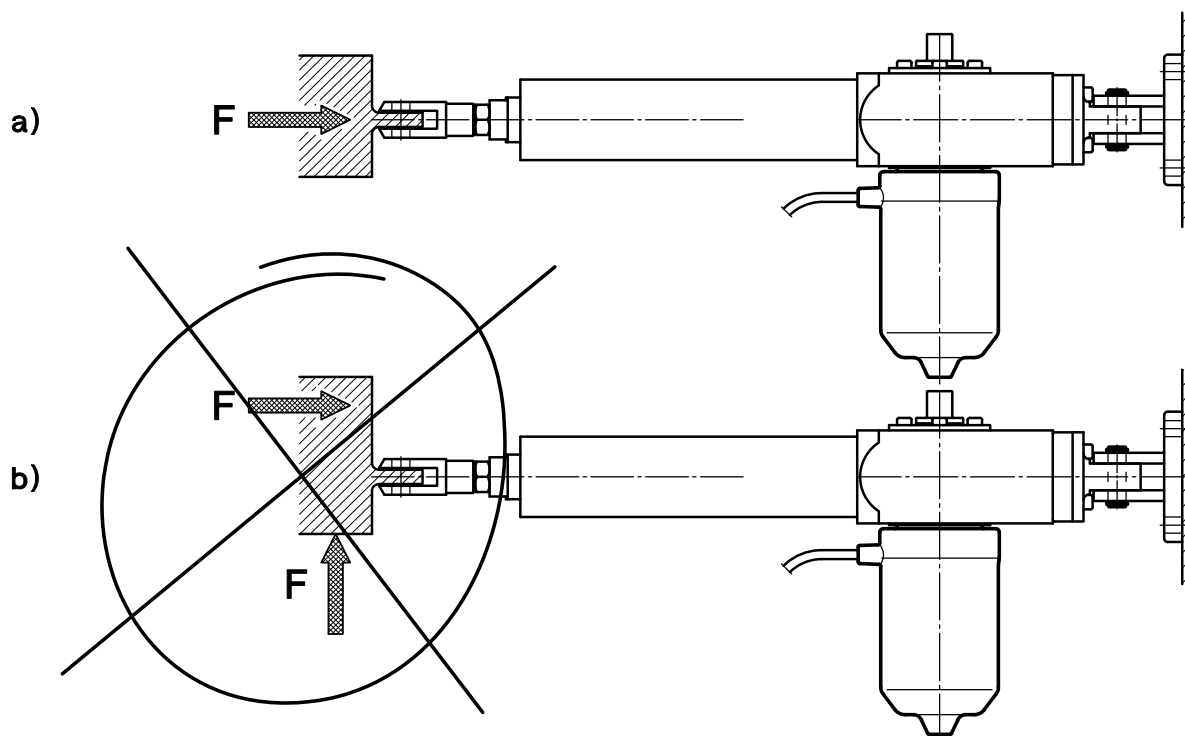

Bild 1.2: Last auf den Antrieb: a) richtig; b) falsch
1.1.3 Befestigen Sie den Linearantrieb in der Anlage so, dass nur axiale Kräfte auf den Linearantrieb übertragen werden (siehe Bild 1.2). **Ein korrektes Arbeiten der Anlage kann nicht garantiert werden wenn seitliche Kräfte auf den Antrieb wirken.**